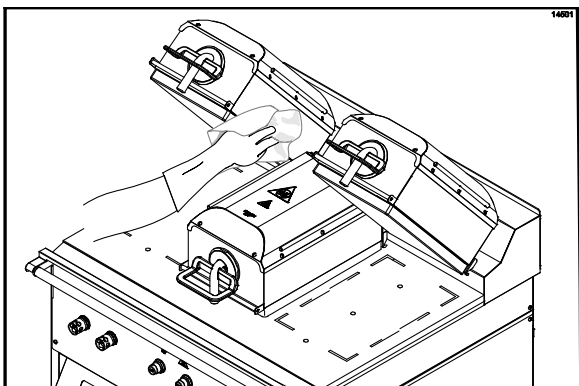

Figure 104
34. Rincer les bords intérieurs des plaques de droite et de gauche avec un chiffon grill propre et trempé dans de l'aseptisant (Cf. Figure 104).